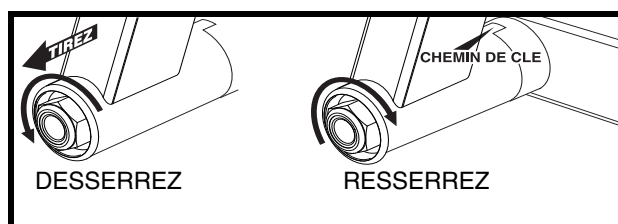

Figure 8A. Pivotez l'ensemble
1. Tirez et pivotez l'ensemble soude pour dégager le chemin de cle. il se peut que vous ayez a desserrer l'ecrou du pivot a l'aide d'une douille de 3/4 in. SUR cle a rochet. **Voir la figure 8A.**